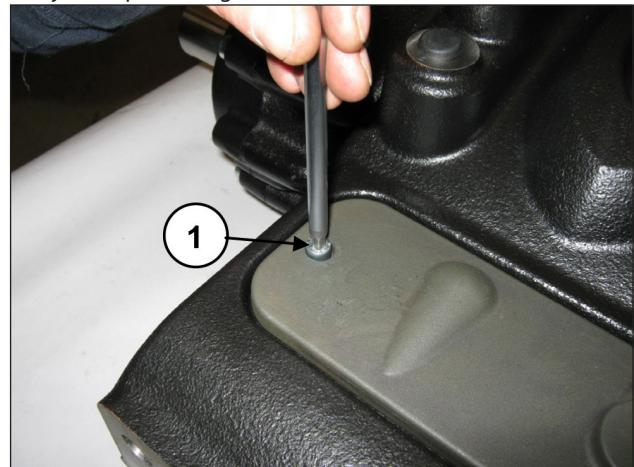

Fig. 153
Quitar la tapa de inspección superior aflojando los 2 tornillos de fijación (pos. ①, Fig. 153).